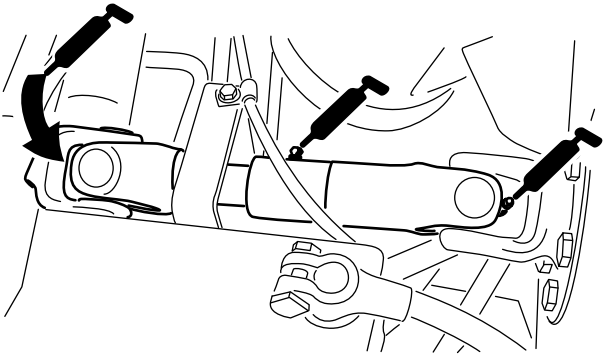

Figure 42
- Joint de cardan d'arbre d'entraînement de pompe (3) (Figure 42)